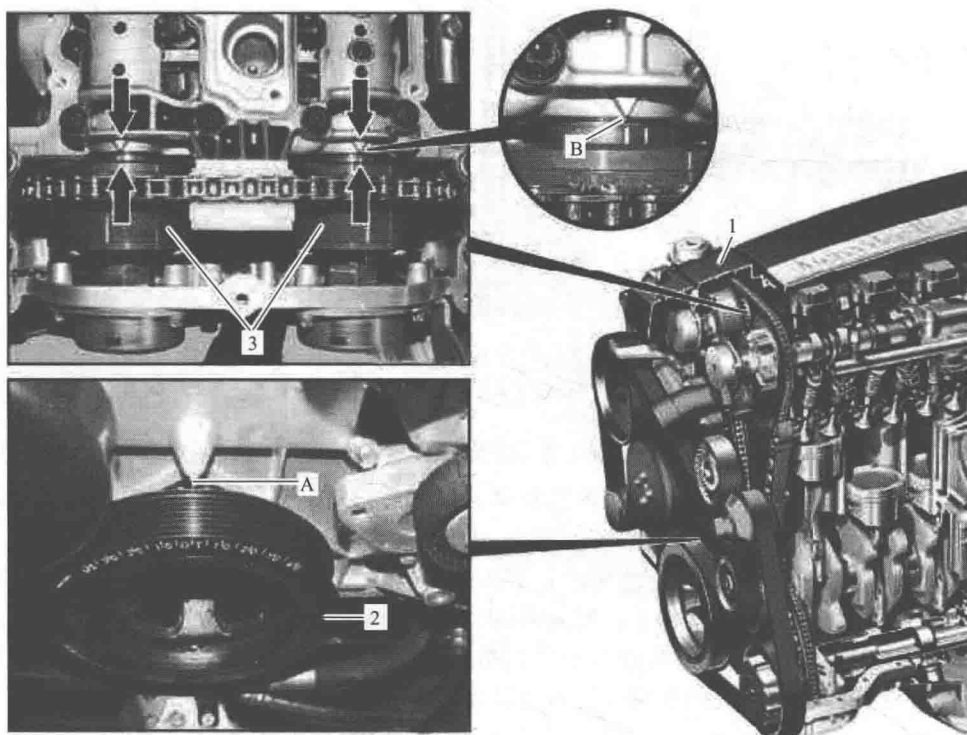

图 1-6 发动机 271 凸轮轴位置识别 1
发动机 271 凸轮轴位置识别 1 如图 1-6 所示。
① 拆下气缸盖罩，目视检查配气机构的相关部件是否损坏。
② 沿发动机运转方向在曲轴中央螺栓处转动发动机，直至气缸 1 的活塞位于点火上止点处。此时皮带轮/减振器上的上止点标记必须与定位缘 (A) 对准，进气凸轮轴和排气凸轮轴上的气缸 1 凸轮必须呈倾斜向上的状态。
③ 检查凸轮轴的基本位置。凸轮轴调节器上的标记 (图 1-6 中的箭头所示) 必须与凸轮轴轴承壳体处的标记 (B) 对准。
④ 按照拆卸的相反顺序装复相关部件。